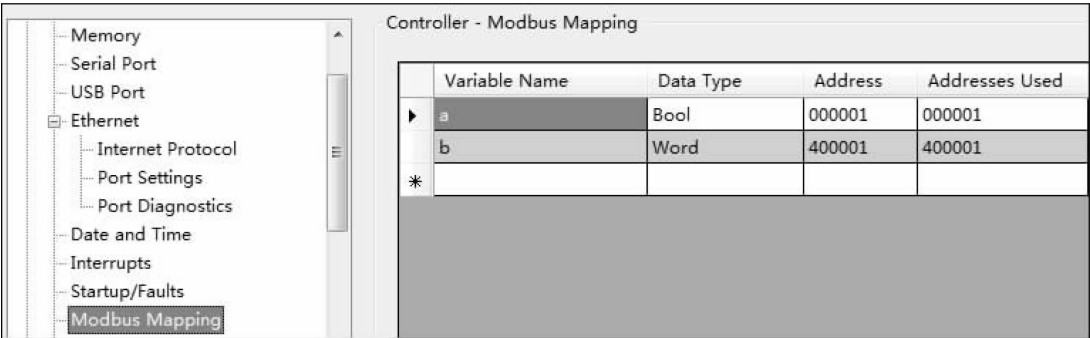

图 10-20 建立对应变量的地址映射
②在组态界面的“Modbus Mapping”中选择已建立的变量，并输入相对应的地址。如图 10-20 所示。